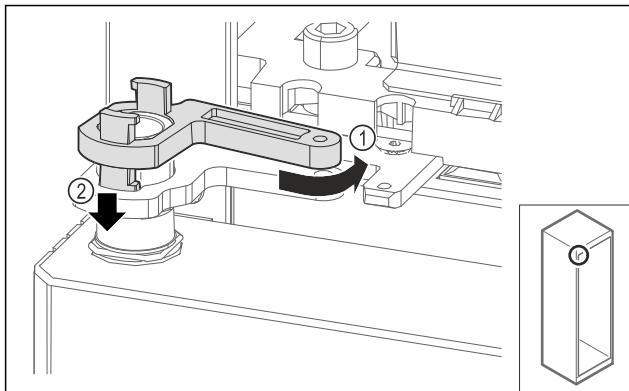

Fig. 67
- Pagrieziet mazliet atpakaļ gultna balsta fiksatoru Fig. 67 (1), spiediet uz leju Fig. 67 (2) un nofiksējiet lokāmajā kronsējā.